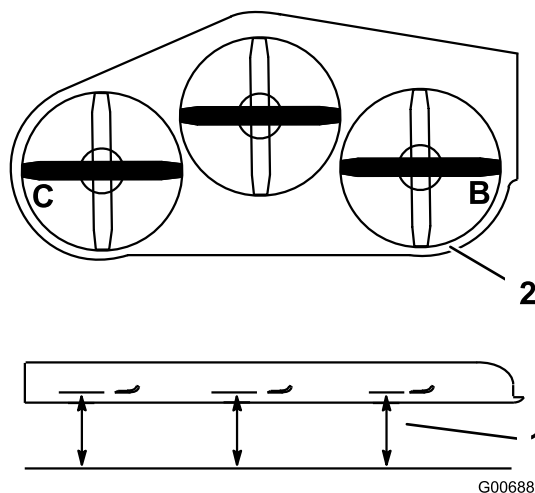

Figura 80
- Posicione a lâmina direita na horizontal (Figura 80).
- Meça a lâmina direita no local B, de uma superfície nivelada à extremidade de corte da ponta da lâmina (Figura 80).
- Posicione a lâmina esquerda na horizontal (Figura 80).
- Meça a lâmina esquerda no local **C** (Figura 80), de uma superfície nivelada à extremidade de corte da ponta da lâmina.